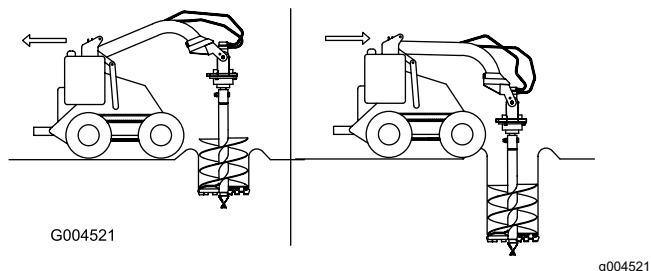

Figura 10
6. Coborâi melcul încet pe măsură ce solul este afânat. Pe măsură ce săpai mai adânc, deplasați unitatea de traciune înapoi sau înainte, după cum este necesar, pentru a menine melcul vertical (**Figura 10**).